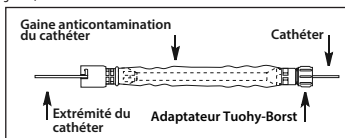

Figure 2
- a. Si une gaine anticontamination du cathéter avec adaptateur Tuohy-Borst (le cas échéant) est utilisée, insérer l'extrémité du dispositif souhaité dans l'extrémité de l'adaptateur Tuohy-Borst de la gaine anticontamination du cathéter. Faire progresser le cathéter dans la tubulure et l'embase à l'autre extrémité (voir Figure 2).